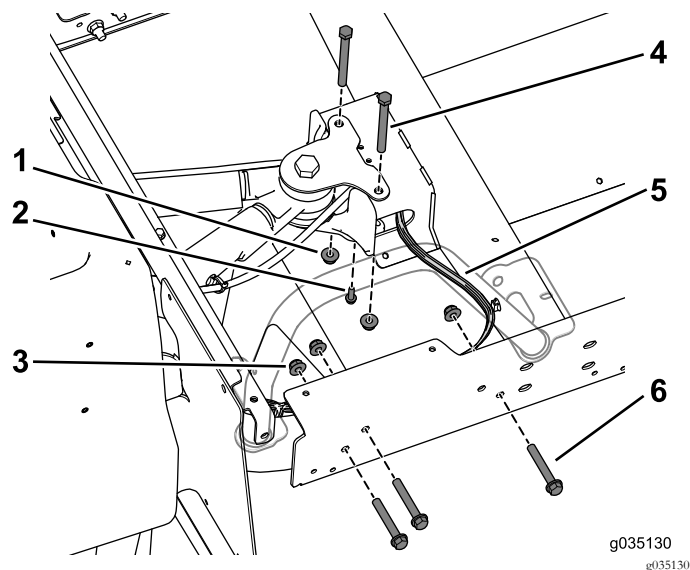

Figura 77
bastidor trasero (Figura 77). Haga esto en ambos lados de la máquina.
Nota: Asegúrese de que el arnés de cables sale del perfil central en el lado derecho (Figura 77).
9. Utilice el tornillo autorroscante (1/4" x 3/4") para sujetar el acoplamiento en T del tubo de freno al perfil central (Figura 77).
10. Utilice los 2 pernos (3/8" x 3 3/4") y las tuercas con arandela prensada para conectar provisionalmente el perfil central al soporte trasero (Figura 77).